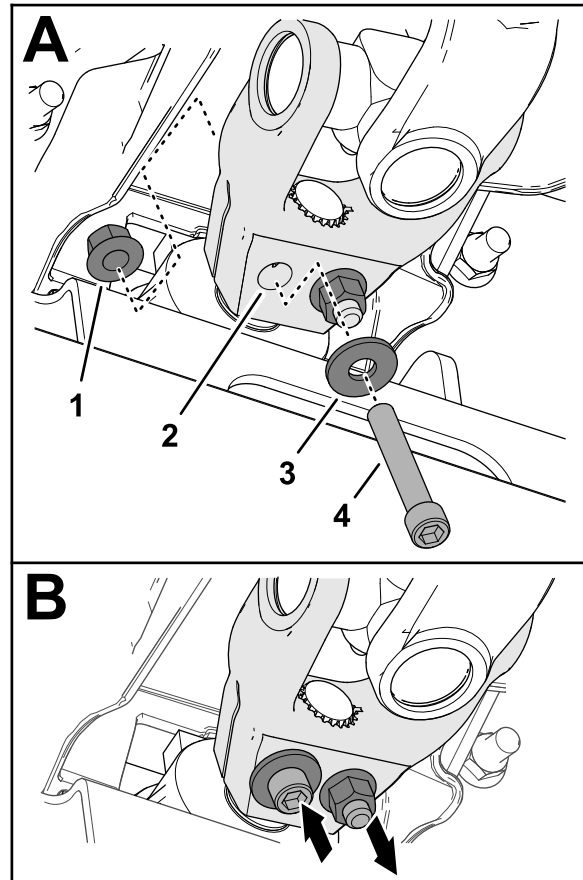

Рисунок 17
($\frac{3}{8}$ дюйма) и отверстие в вилке ведущего вала (**Рисунок 17**) и закрепите колпачковый винт фланцевой контргайкой ($\frac{3}{8}$ дюйма).
6. Проденьте колпачковый винт с внутренним шестигранником ($\frac{3}{8}$ x $2\frac{1}{4}$ дюйма) через шайбу ($\frac{3}{8}$ дюйма) и отверстие в вилке ведущего вала с противоположной стороны (**Рисунок 17**) и закрепите колпачковый винт фланцевой контргайкой ($\frac{3}{8}$ дюйма).